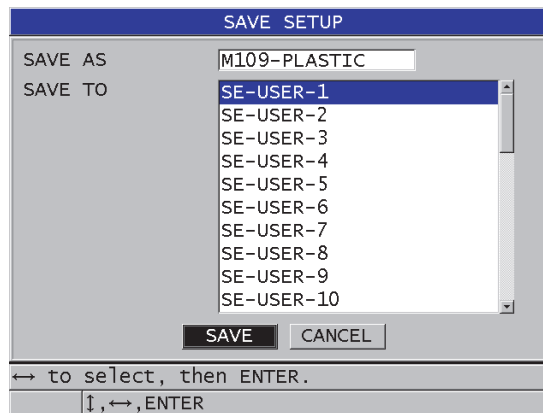

Figura 13-17 Pantalla para guardar configuraciones personalizadas
4. En la pantalla **GUARDAR CONFIGURACIÓN (SAVE SETUP)**[ver Figura 13-17 en la página 276]: